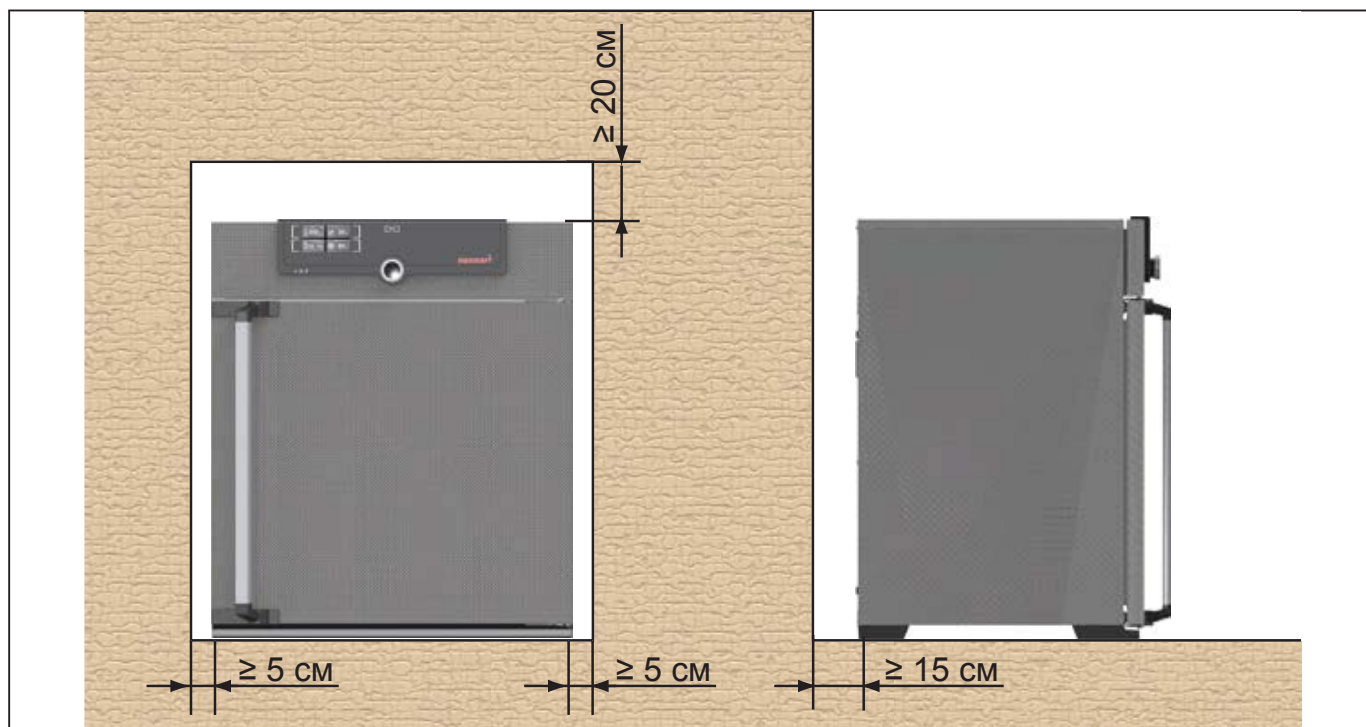

Рис. 8 Минимальные расстояния до стен и потолка
Расстояние между стеной и задней стенкой устройства должно быть не менее 15 см. Расстояние от устройства до потолка должно быть не менее 20 см, а от боковой стороны устройства до стены - не менее 5 см (Рис. 8). Постоянно должна быть обеспечена достаточная циркуляция воздуха вокруг устройства.
2. Отведите механизм защиты от опрокидывания вверх под углом 90° на необходимом расстоянии от стены (с учетом минимально допустимого расстояния, см. Рис. 8).